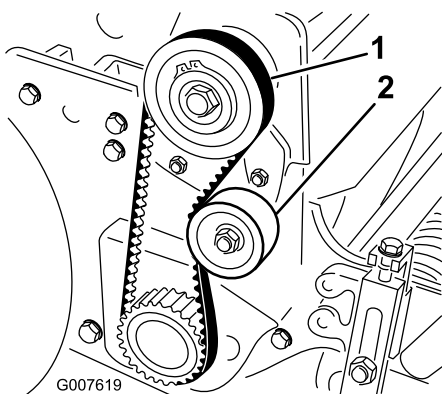

Figura 42
2. Controllate la tensione premendo la cinghia al centro tra le pulegge (Figura 42) con una forza di 18–22 N. La cinghia deve flettersi di 6 mm.
- A. Allentate il dado di fissaggio della puleggia tendicinghia e ruotate la puleggia in senso orario verso il retro della cinghia, fino a ottenere la tensione desiderata (Figura 42).